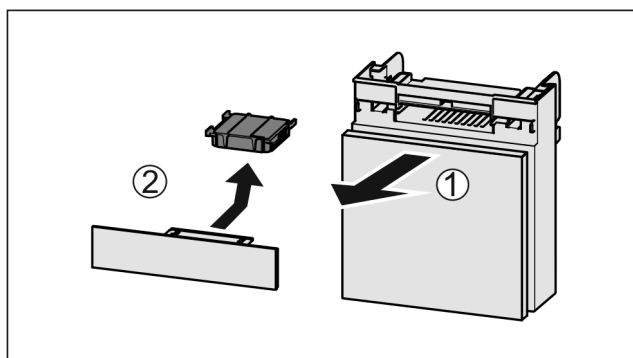

Fig. 119
- Extraire le compartiment par l'avant Fig. 119 (1).
- Sortir le filtre à charbon actif Fig. 119 (2).